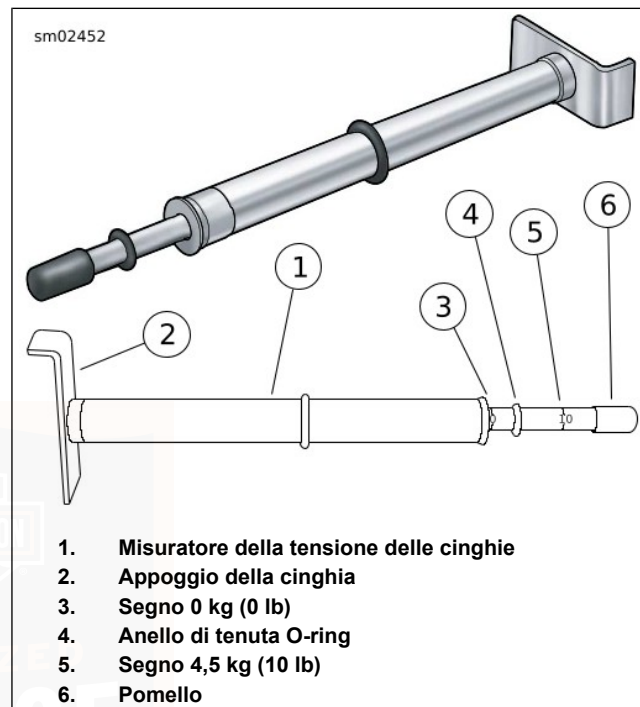

Figura 46. Misuratore della tensione delle cinghie
2. Vedere Figura 46. Procurarsi un MISURATORE DELLA TENSIONE DELLE CINGHIE (N. CODICE: HD-35381-A).